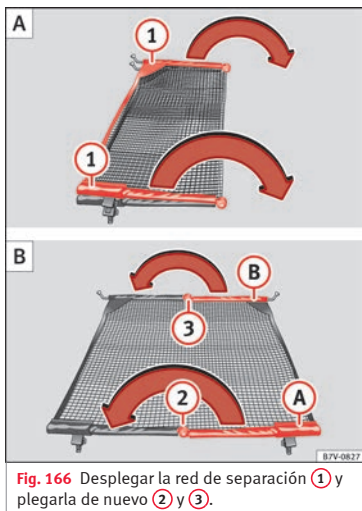

Fig. 166 Desplegar la red de separación ① y plegarla de nuevo ② y ③.
Desplegar totalmente las varillas transversales de la red de separación » **fig. 166** ① en la dirección de la flecha hasta que se oiga un “clic”.
- Pulse el botón de desbloqueo » fig. 166 ② y pliegue la varilla (A) en la dirección de la flecha con el botón de desbloqueo pulsado.
- Pulse el botón de desbloqueo » fig. 166 ③ y pliegue la varilla (B) en la dirección de la flecha con el botón de desbloqueo pulsado.